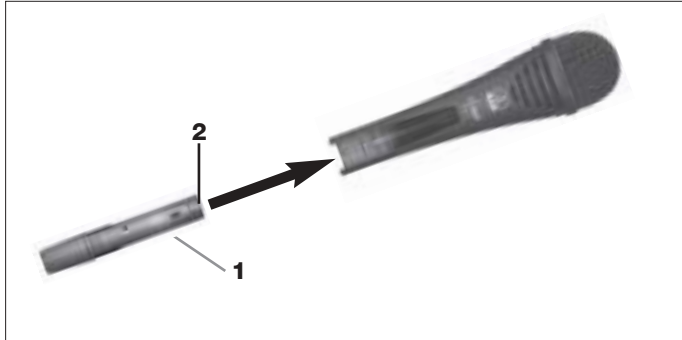

Abb. 7:
- Siehe Abb. 7.
2. Halten Sie das Sendermodul (1) so, dass die Kontakte (2) zum Mikrofon zeigen.
3. Schieben Sie das Sendermodul (1) so weit in den Mikrofonenschaft hinein, bis das Sendermodul (1) hörbar einrastet. Das Sendermodul verriegelt sich automatisch, die elektrischen Kontakte zum Mikrofon werden automatisch hergestellt.